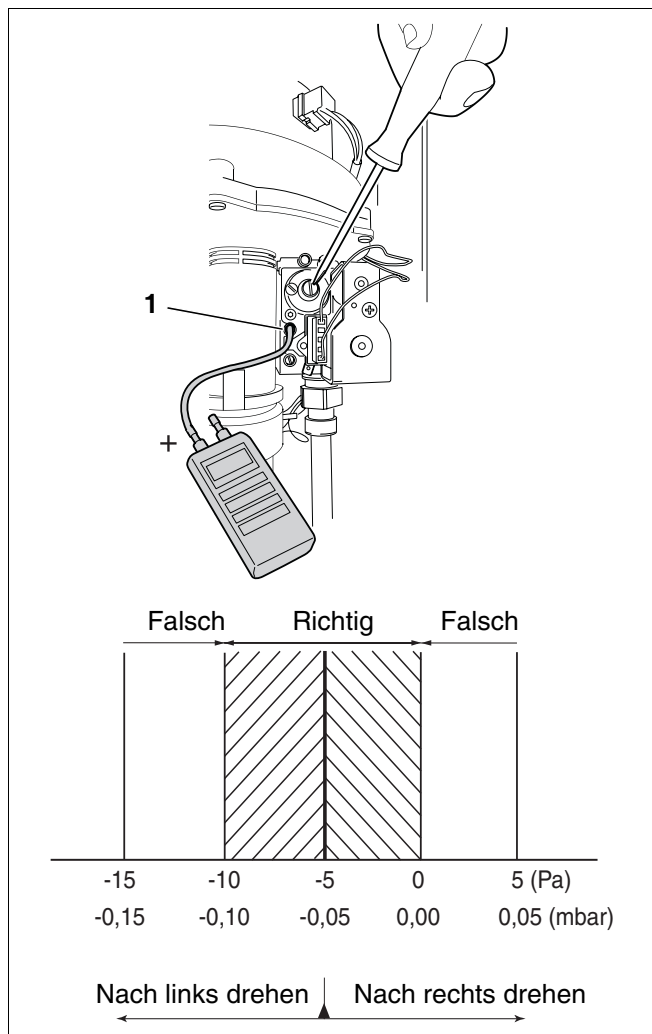

Abb. 38 Gas-Luft-Verhältnis einstellen
- Die Einstellschraube für den Brennerdruck (Abb. 38, Pos. 1) auf korrektes Luftverhältnis einstellen.